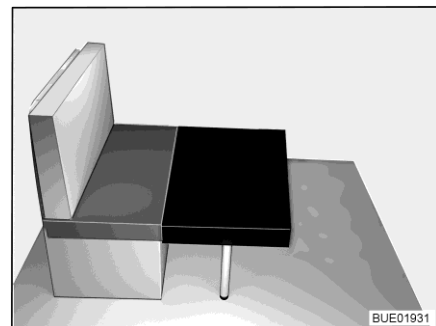

Fig. 75 Après la transformation
- Poser le grand coussin supplémentaire sur le plateau de table (Fig. 75).
- Poser le petit coussin supplémentaire sur le siège conducteur (Fig. 75).
- Poser le coussin supplémentaire devant le coussin d'assise de la banquette sur la table (voir Fig. 75).